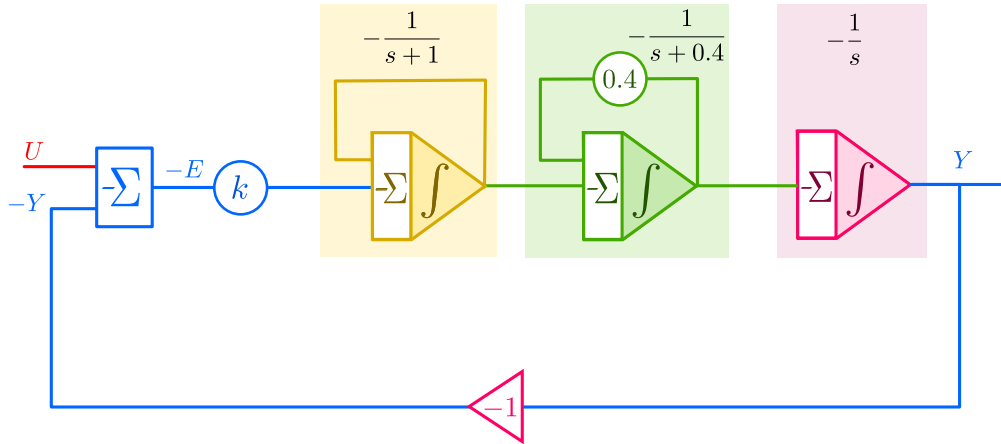

Figura 17: Implementación de computador analógico.
Y cada bloque de primer orden lo podemos realizar como se ilustra en la figura 17
- Discuta con su compañero, porque los bloques en color de la figura 17 implementan a G_1 , G_2 y G_3 .
- Implemente cuidadosamente en el THAT el diagrama de la figura 17. Use los bloques apropiados.